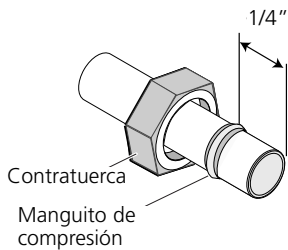

Figura 3
- Coloque las contratuercas en el tubo, primero el extremo pequeño. Continúe con el manguito de compresión de latón (uno en cada extremo cortado del tubo). Deslice cada manguito de compresión de latón hasta 3/4" de distancia del extremo cortado del tubo (consulte la Figura 3).